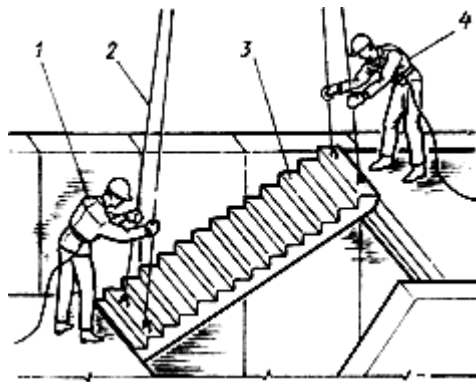

Рис.8. Схема установки лестничного марша
*Установка лестничного марша (рис.8 ... 10), исполнители рабочий, выполняющий монтажные работы, старший в звене и рабочий, выполняющий монтажные работы*
1. Рабочий, выполняющий монтажные работы, старший в звене, находясь на верхней лестничной площадке, дает сигнал машинисту крана подать лестничный марш 3к месту установки (рис.8).